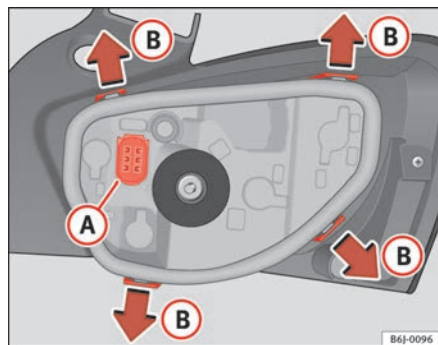

Fig. 156 Substituição das lâmpadas luzes traseiras
- Retire o porta-lâmpadas, separando-o da carcaça. Para o fazer, pressione as patilhas **(B)** no sentido das setas ⇒ fig. 156.